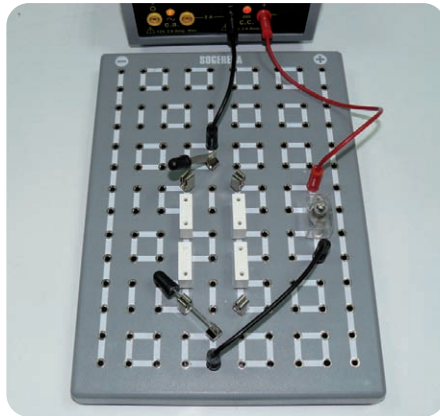

Figura 1
1. Realizar el montaje de la figura 1.